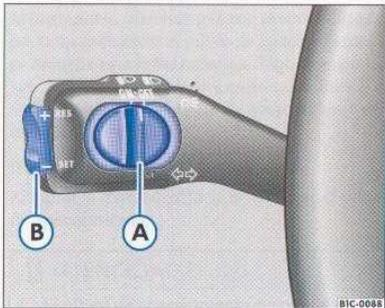

Fig. 72 Palanca de intermitentes y de luz de carretera: mando y tecla basculante para el regulador de velocidad
- Desplace el mando (A) hacia la derecha hasta la posición OFF o
- Pulsar la parte superior de la tecla basculante RES+ ⇒ fig. 72 (B) hasta que se haya alcanzado la velocidad de marcha deseada. La velocidad queda memorizada cuando se suelta la parte superior de la tecla. O bien
- Pulsar una vez brevemente la parte inferior de la tecla basculante SET- (B). La velocidad actual queda memorizada.